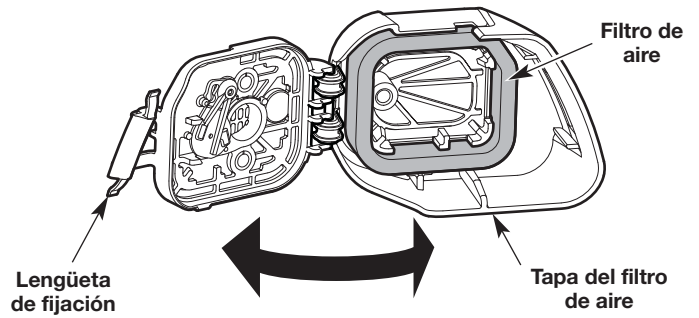

Fig. 23
1. Abra la cubierta del filtro de aire: oprima la lengüeta de fijación y gire la cubierta del filtro de aire hacia la derecha (Fig. 23).
2. Extraiga el filtro de aire del interior de la cubierta del filtro de aire (Fig. 23).
6. Reinstale el filtro de aire dentro de la cubierta del filtro de aire (Fig. 23).
7. Cierre la cubierta del filtro de aire: Gire la cubierta del filtro de aire hacia la izquierda y oprímala para cerrarla hasta que la lengüeta de fijación entra a presión en su lugar (Fig. 23).